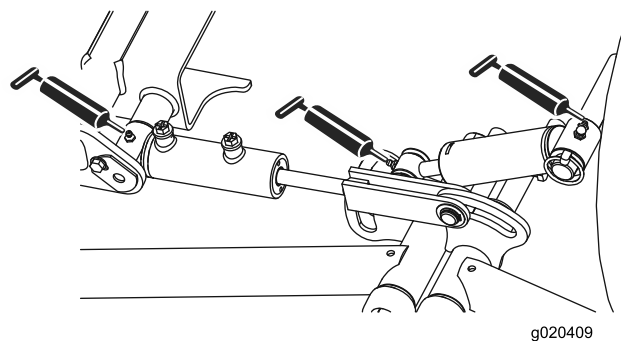

Figura 43
- Articulações do braço de elevação frontal e cilindro de elevação (3 cada) (Figura 43)